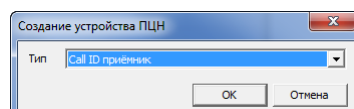

Рис. 8.6. Создание карточки устройства
- 4) В открывшемся окне *Создание устройства ПЦН* выберите тип создаваемого устройства и нажмите кнопку **ОК** (Рис. 8.6). В результате будет создана карточка устройства.